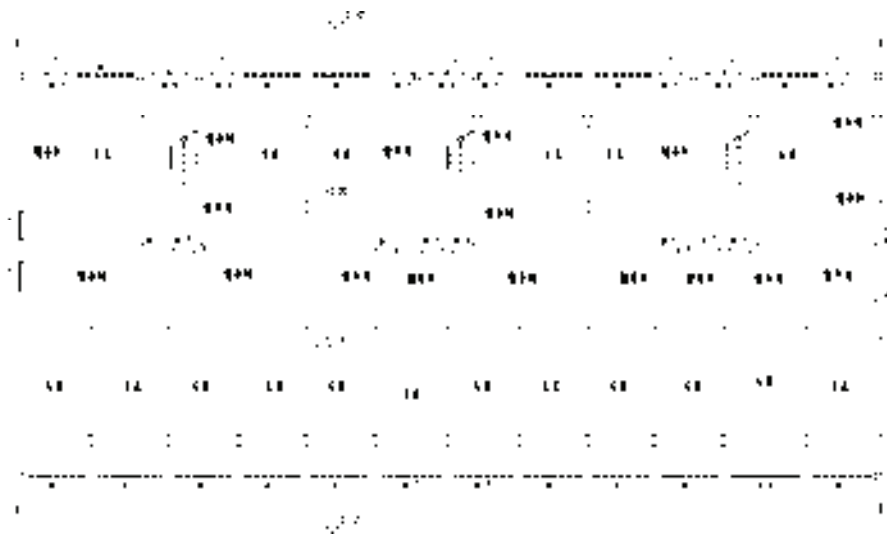

图 14-38 标高标注
6) 重复上述操作, 继续为平面图添加标高标注, 如图 14-38 所示。